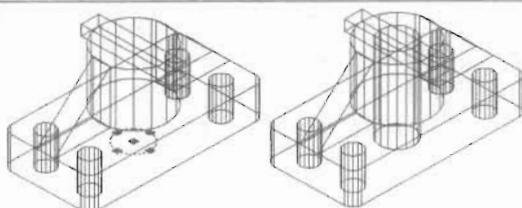

图 15-62
(7) 再选择半径为 7.5 的圆, 然后将其拉伸 40 的高度, 如图 15-62 所示, 命令执行过程如下。